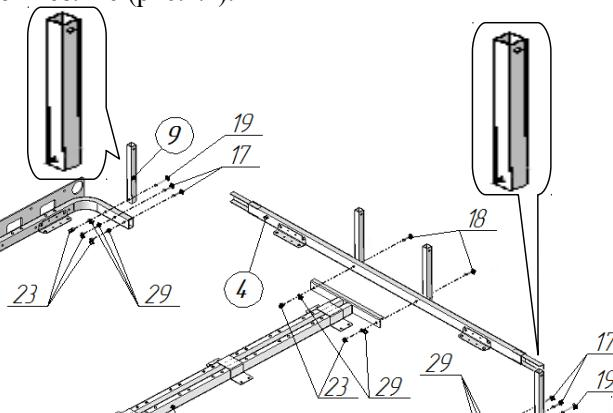

Рис.2.1
1. Закрепить штангу продольную поз.3 между штангами поперечными поз.4,5, используя винты M6x35 поз.18, гайки M6 со стопорным кольцом поз.23, шайбы Ø6x18 стальные поз.29 (рис.2.1). Присоединить левую и правую рамы кровати поз.1,2 к штангам поперечным поз.4,5, используя винты M6x30 поз.17, гайки M6 со стопорным кольцом поз.23, шайбы Ø6x18 стальные поз.29. Присоединить стойки бортика поз.9 к рамам левой и правой, расположив в соответствии с рисунком 2.1, используя винты M6x50 поз.19, гайки M6 со стопорным кольцом поз.23, шайбы Ø6x18 стальные поз.29.